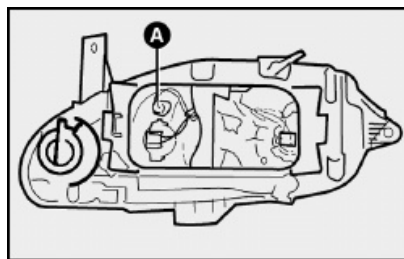

fig. 23
2) retirar o porta-lâmpada **A-fig. 23** girando-o no sentido anti-horário;